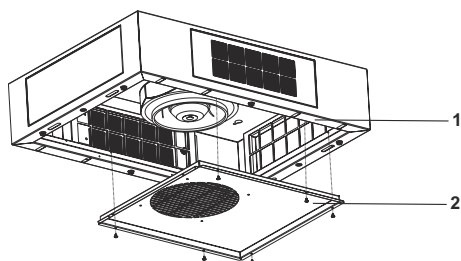

Abb. 9
5. ➔ Den Motorboxdeckel mit 6 Schrauben an die Motorbox montieren. (Abb. 9).